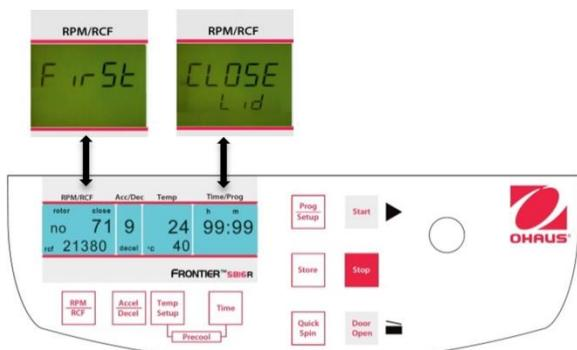
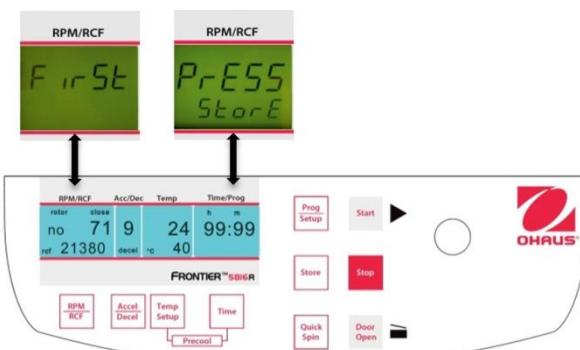

Figure. 23
Figure. 24
Fermer le couvercle de la centrifugeuse. Procéder dorénavant selon la description précédente afin de définir tous les paramètres importants de la centrifugation. Si le couvercle n'est pas fermé lors de la mémorisation du programme, les mots "FirSt" et "CLOSE Lid" (voir la figure 23) clignotent alternativement sur l'affichage "RPM/RCF" (A-1). Si la centrifugation doit être démarrée sans mémorisation du programme, les mots "First" et "PrESS StoreE" (voir la figure 24) clignotent alternativement sur l'affichage "RPM/RCF" (A-1).
Pour adapter les données, appuyer sur la touche **"Store"** (12) (voir les figures 23 et 24) pendant 1 seconde environ. Si le programme est correctement mémorisé, le mot **"StorE"** apparaît sur l'affichage **"RPM/RCF"** (A-1). Ceci aura pour effet de faire disparaître le mot **"programm"** (M10).